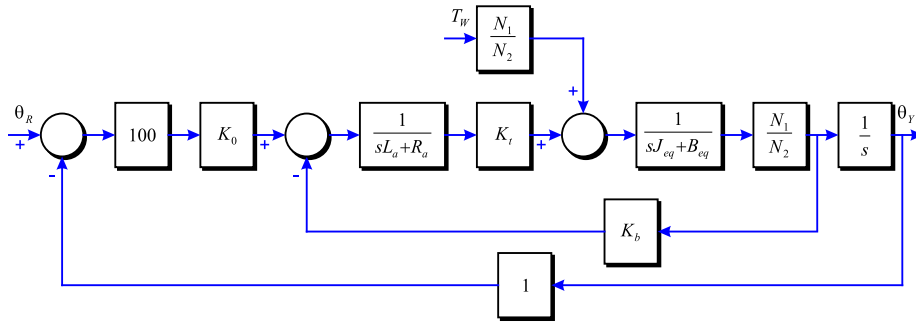

Figura 2-2
**Problema 14** Donat el sistema de control d'una antena com el de la Figura 2-2, on  $T_W$  és el parell de pertorbació deguda al vent, determineu l'angle de sortida  $\theta_Y$  del sistema en funció de l'angle d'entrada  $\theta_Y$  i del parell de pertorbació del vent  $T_W$ .